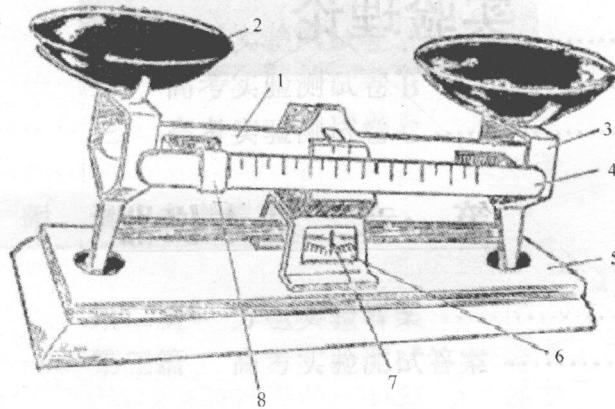

图 1-1-3
2. 图 1-1-3 为托盘天平结构, 其中 1 为_____, 2 为_____, 3 为_____, 4 为_____, 5 为_____, 6 为_____, 7 为_____, 8 为_____。
3. 天平的原理是: ①_____ ; ②_____。